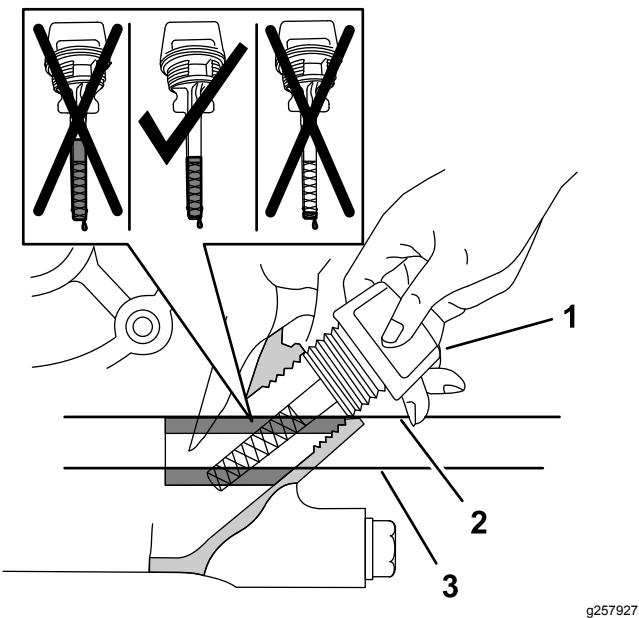

Figure 79
- Insérez la jauge dans le moteur, comme montré à la Figure 79.
4. Sortez la jauge du goulot de remplissage et vérifiez le niveau de liquide qu'elle indique (Figure 79).
Remarque: Le niveau d'huile moteur doit recouvrir la zone hachurée sur la jauge (Figure 79).